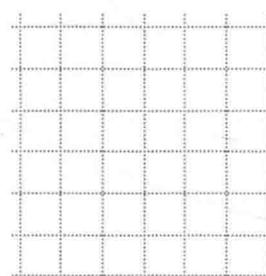

图 2.2 调整栅格到合适的大小
(1) 在 **草绘** 选项卡中单击  按钮。
(2) 此时系统弹出“栅格设置”对话框，在 **间距** 选项组中选中  **静态** 单选项，然后在 **X:** 和 **Y:** 文本框中输入间距值 1；单击 **确定** 按钮，结束栅格设置。
Step3. 此时，绘图区中的每一个栅格表示 1 个单位。为了便于查看和操作图形，可以滚动鼠标中键滚轮，调整栅格到合适的大小（图 2.2）。单击“草绘显示过滤器”按钮 ，在系统弹出的菜单中取消选中  **显示栅格** 复选框，将栅格的显示关闭。